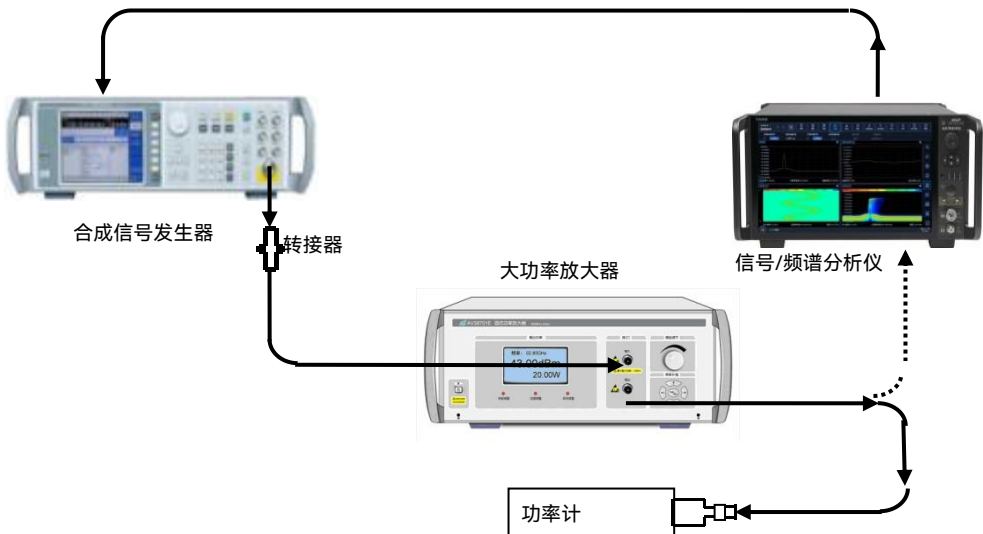

图 7.14 最大安全输入电平测试示意图
- 3) 按图 7.14 实线所示连接测试设备，大功率放大器的输出电缆接 USB 功率计传感器；